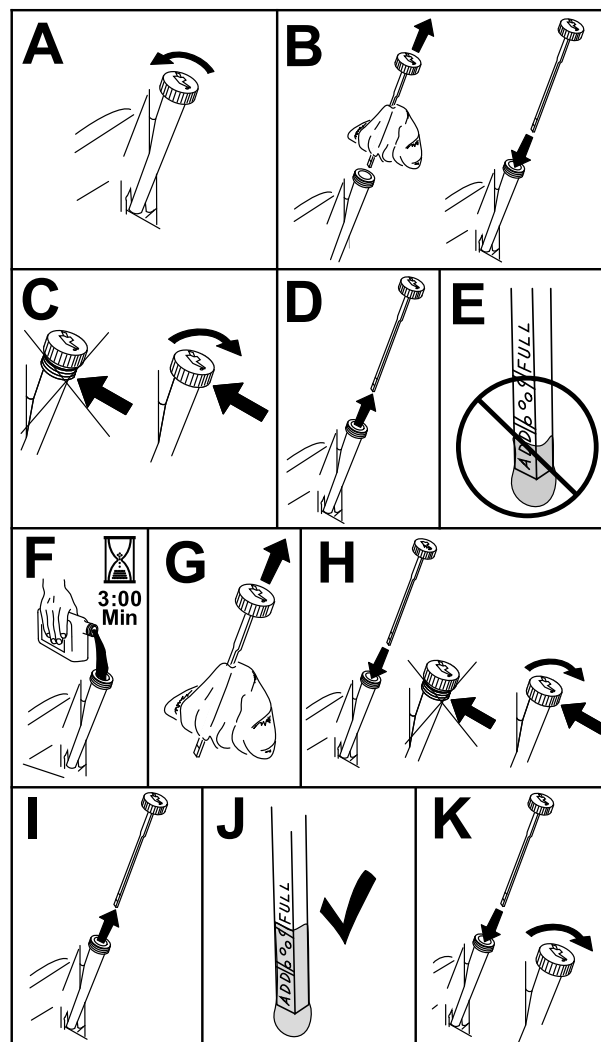

Figure 52
3. Pour éviter de faire tomber de l'herbe, de la poussière, etc., dans le moteur, nettoyez la surface autour du bouchon de remplissage-jauge d'huile, avant de l'enlever (Figure 52).